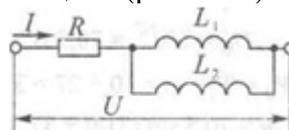

Рис. 33.1
1. Рассчитать параметры электрической цепи (рис. 33.1).